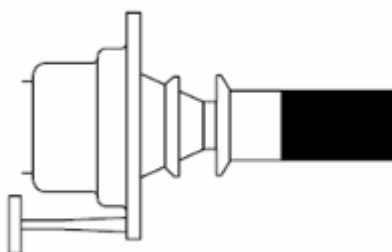

Рис. 21 Установка зажимного устройства перед юстировкой
- Надеть на зажимной патрон малый конус, средний конус и зажимную втулку без нажимного горшка (рис. 21).